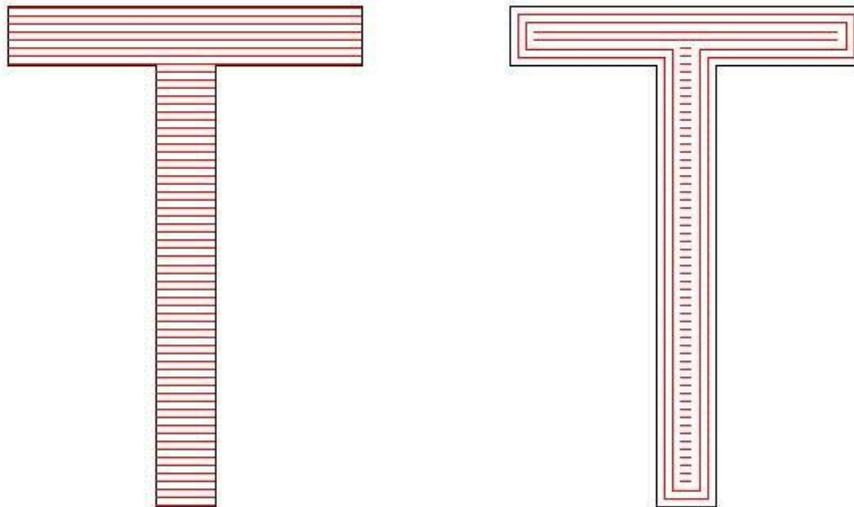

Abbildung 3-11 NumLoops
**NumLoops:** Die Zeiten der ringähnlichen Schraffur vor der Klinkungsschraffur (Abbildung 3-11).